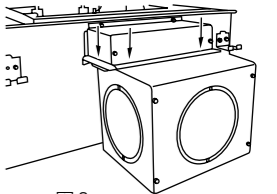

図3
- (4) 外気取入れダクトを付属のPTTネジ4×10 4本でフランジと接続し、しっかりと固定してください。(図3)